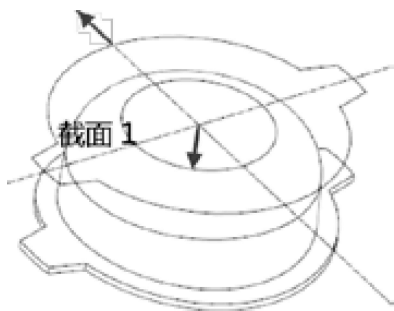

图4-14 箭头指向外部
Step 34 在工作区中单击切除方向的箭头，使箭头指向外部，如图4-14所示。